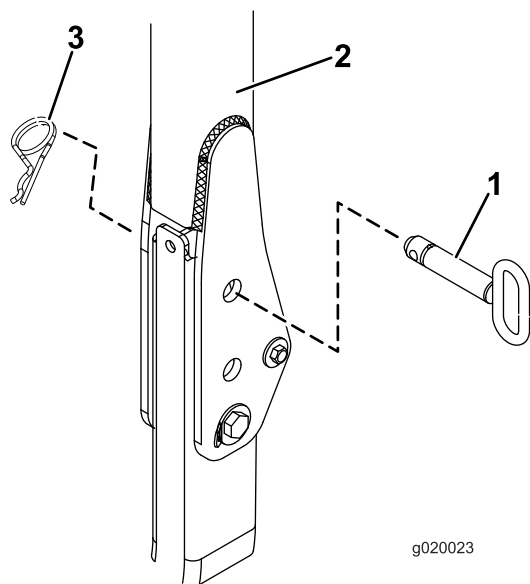

Рисунок 26
2. Для **тяговых блоков Reelmaster 3555 и 3575**: перейдите к пункту 10. На всех остальных моделях установите защитную дугу в поднятое положение, удалите игольчатые шплинты и два штифта (Рисунок 26).